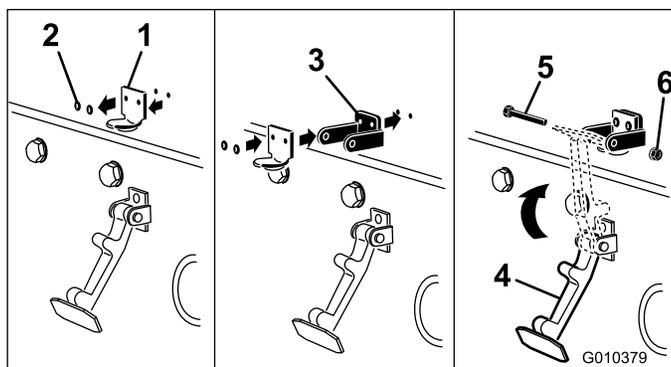

図 4
2. フードラッチブラケットをフードに固定しているリベット2本を外す 図 4。フードからフードラッチブラケットを取り外す。
3. CE 用ロック・ブラケットとフード・ラッチ・ブラケットの取り付け穴をそろえて、フードの上に位置決めする。ロック・ブラケットをフードに当てて取り付ける 図 4。
5. フードラッチ・ブラケットにラッチを入れる 図 4。
6. ボルト 1/4 x 1-1/2 in をフード・ロックブラケットを通して挿入し、ロックナットで固定する 図 4。